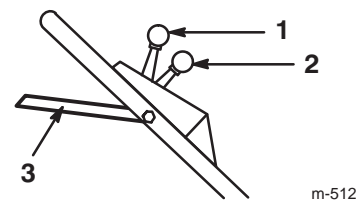

Bild 7
Der Gas- und die Fahrtriebshebel befinden sich auf dem Schaltfeld am Griff, und zwar der Gashebel an der linken Seite und der Schalthebel rechts. Die Steuerstange für den Messer-/Selbstantrieb befindet sich unter dem oberen Griff (Bild 7).
3. Stellen Sie den Gashebel auf  (**Choke**) (Bild 7).
4. Stellen Sie den Schalthebel auf Neutral  (**Neutral**) (Bild 7).